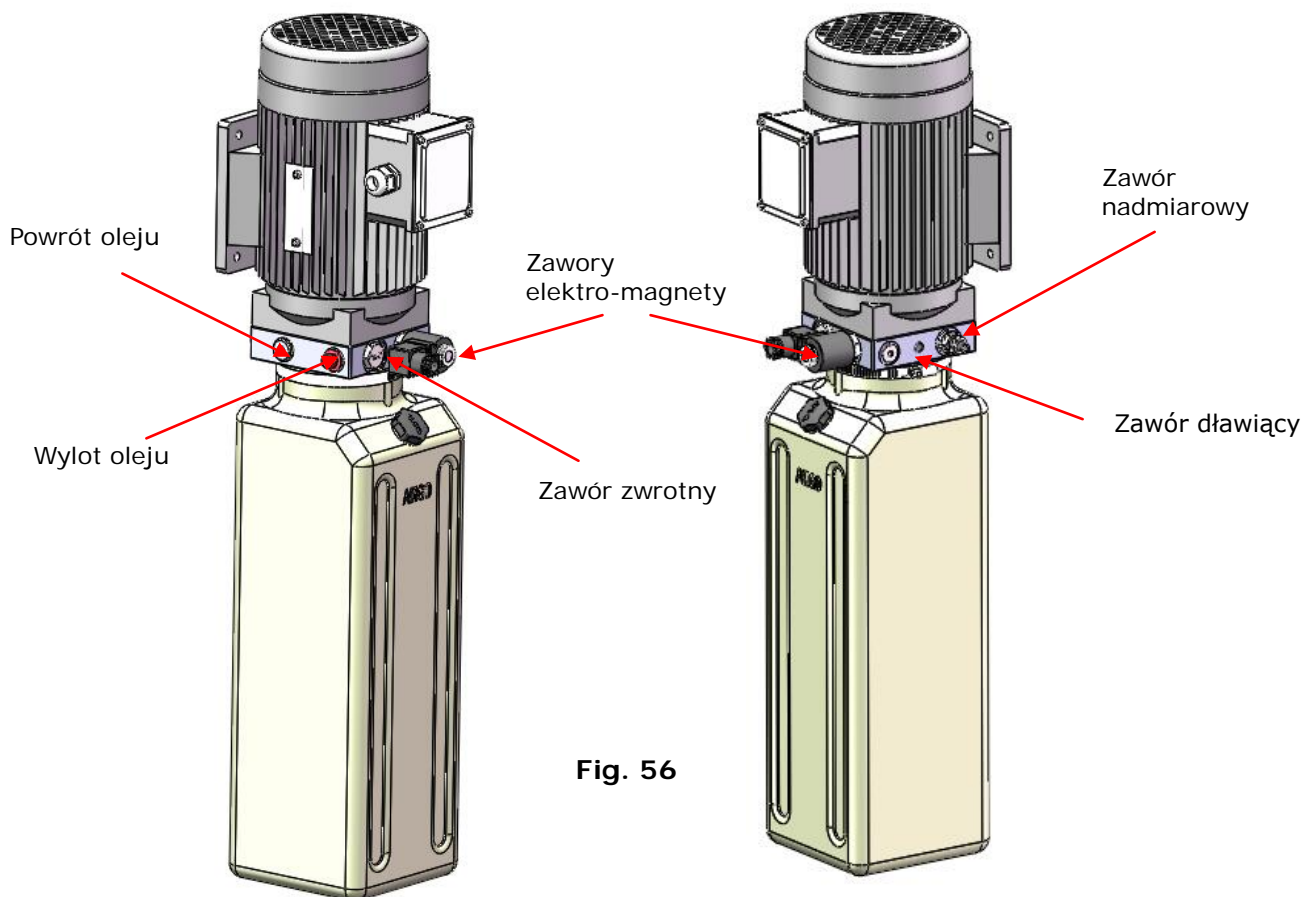

Fig. 56
b. Pompa PEAK 400V/50Hz/3 Ph (patrz Fig. 56)